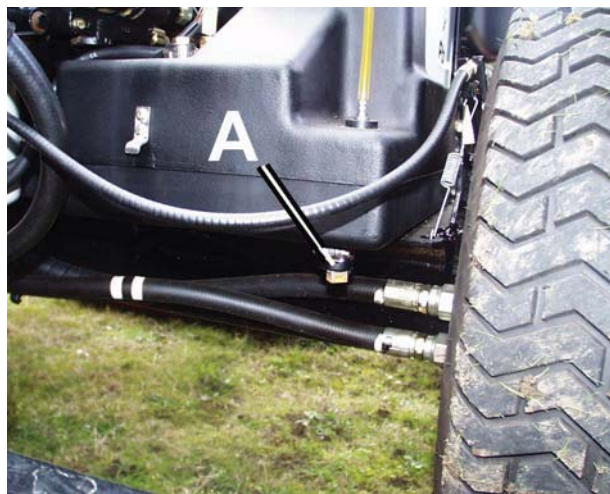

Fig4
1. Retire a tampa de dreno do fundo do reservatório hidráulico e limpe a tampa. (A(Fig.4))